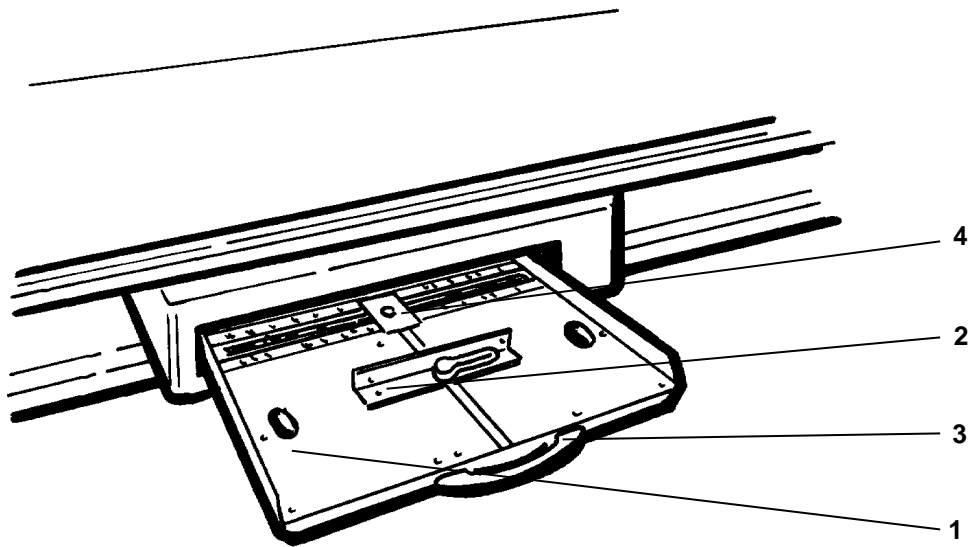

Abbildung 2-2 Laufrastereinrichtung
Die Kassettenlade (Abbildung 2-2/1) dient zur Aufnahme der Röntgenfilm-Kassetten.
Nach Herausziehen der Kassettenlade (Abbildung 2-2/1) am Griff (Abbildung 2-2/3) aus der Laufrastereinrichtung bis zum Anschlag, kann die Kassette eingelegt werden. Die Kassette wird durch die Klemmvorrichtung (Abbildung 2-2/2) festgeklemmt. Dabei wird die Kassette automatisch in Querrichtung zentriert. In Längsrichtung kann die Kassette von Hand, durch Ausrichten nach den Mittenmarkierungen oder durch Einstellen des Kassettenpositionierers (Abbildung 2-2/4) auf die entsprechende Kassettengröße, in Position gebracht werden.
- Die Kassettenlade (Abbildung 2-2/1) am Griff (Abbildung 2-2/3) bis zum Anschlag aus der Laufrastereinrichtung herausziehen.
- Die Sperrklinke zum Öffnen/Schließen der Klemmvorrichtung (Abbildung 2-2/2), zur seitlichen Fixierung der Kassette, gegen den Uhrzeigersinn drehen.
- Die Klemmvorrichtung (Abbildung 2-2/2) so weit öffnen, dass eine Kassette mit der gewünschten Größe eingelegt werden kann.
- Die Kassette einlegen, wobei ihre Mittellinie nach den Einkerbungen an der Klemmvorrichtung (Abbildung 2-2/2) auszurichten ist oder nach Einrasten des Kassettenpositionierers (Abbildung 2-2/4) in der der Kassettengröße entsprechenden Rastung (13 cm, 18 cm, 24 cm, 30 cm, 35 cm, 40 cm oder 43 cm), die Kassette an den Kassettenpositionierer (Abbildung 2-2/4) heranschieben.
- Die Klemmvorrichtung (Abbildung 2-2/2) an die Kassette drücken, und zur Arretierung die Sperrklinke drehen.
- Die Kassettenlade (Abbildung 2-2/1) bis zum Anschlag in die Laufrastereinrichtung einschieben.